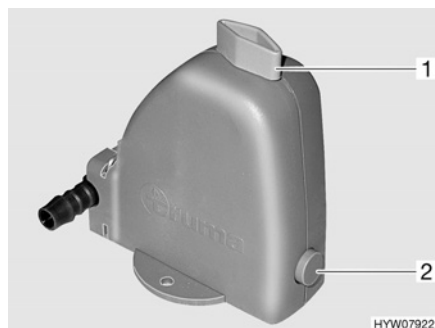

Fig. 87 Valve de sécurité et de vidange
Le chauffage est équipé d'une valve de sécurité et de vidange (Fig. 87). La valve de sécurité et de vidange évite que l'eau destinée à la préparation d'eau chaude ne gèle lorsqu'en cas de gèle, le chauffage n'est pas en marche.
- Fermer la valve de sécurité et de vidange. Tourner pour cela le bouton rotatif (Fig. 87, 1) dans le sens transversal par rapport à la valve de sécurité et de vidange et enfoncer le bouton-poussoir (Fig. 872).
- Ouvrir la valve de sécurité et de vidange. Tourner le bouton rotatif (Fig. 87,1) dans le sens longitudinal par rapport à la valve de sécurité et de vidange. Le bouton-poussoir (Fig. 87,2) ressort. Le récipient d'eau sanitaire est vidé via la valve de sécurité et de vidange.